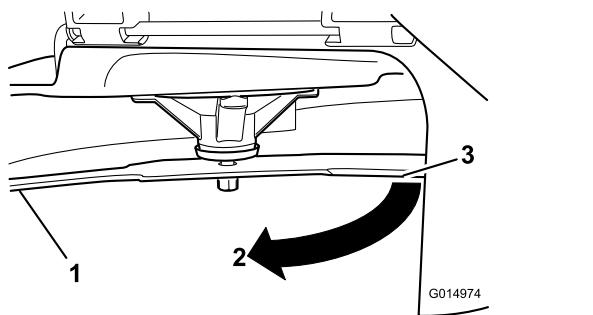

Bild 77
3. Zwischen Messer und Oberfläche gemessener Abstand (A)
4. Drehen Sie dasselbe Messer um 180 Grad, sodass die andere Schnittkante jetzt in derselben Stellung ist (Bild 77).